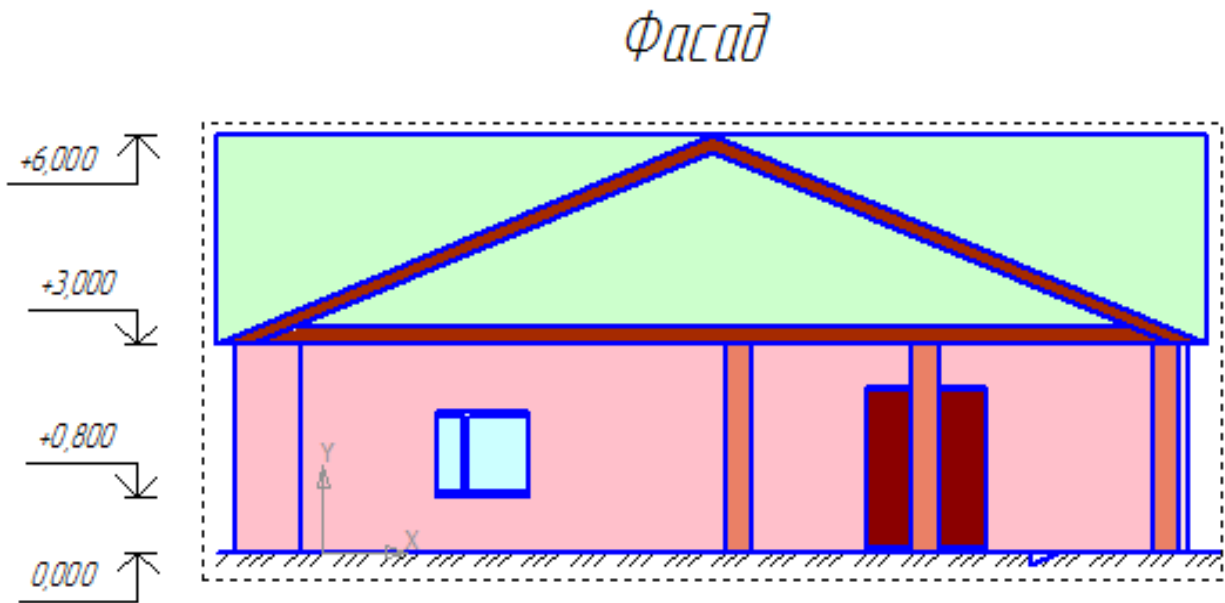

Рисунок 3.1.6. Оформление фасада
6. С помощью стандартной инструментальной панели Геометрия доработайте изображение фасада. (Рис. 3.1.6.)